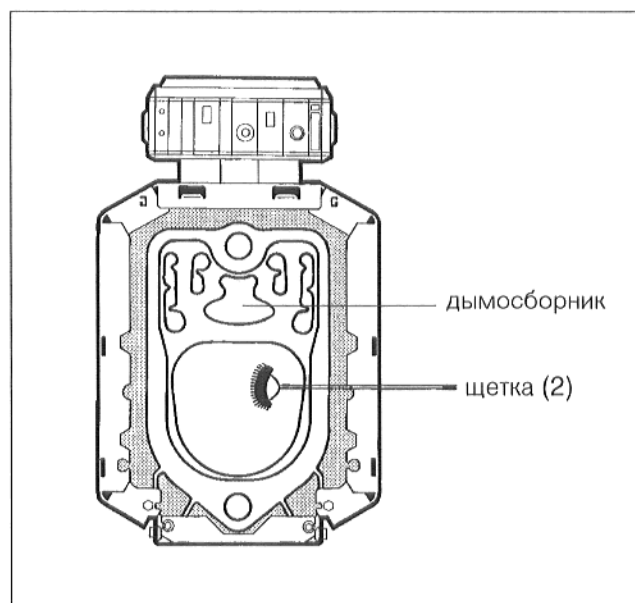

Рис. 40
- Щеткой (2) (ручка под углом) производится очистка дымосборника и камеры горения (рис. 40). Посредством вращения щетки (2) произвести очистку дымосборника также между элементами.